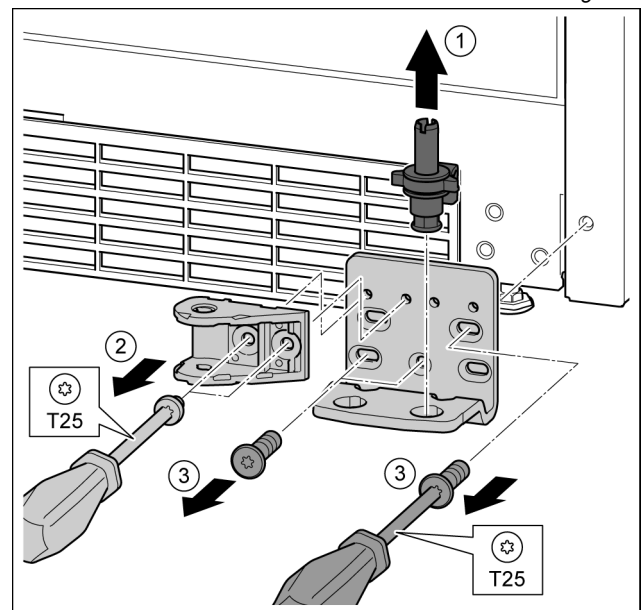

Fig. 29
- ▶ Estrarre il perno di supporto completo verso l'alto. Fig. 29 (1)
- ▶ Con il cacciavite T25 svitare le viti e togliere il collegamento dell'ammortizzatore di chiusura. Fig. 29 (2) *
- ▶ Con il cacciavite T25 svitare le viti e asportare il blocco di supporto Fig. 29 (3)